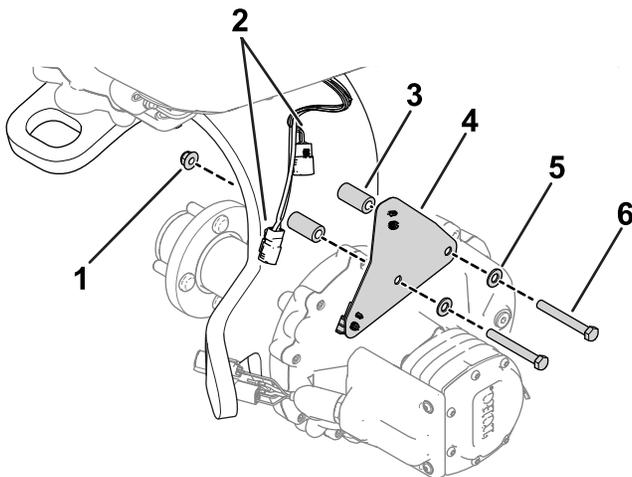

Figura 2
2. Retire as ferragens que prendem o suporte da cablagem à forquilha da roda giratória (Figura 2).